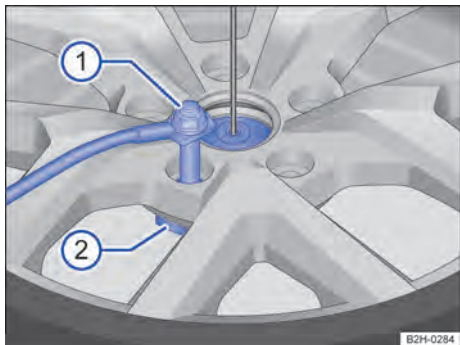

Fig. 208 Roda sobressalente ou de emergência: colocar o parafuso de segurança.
1. Girar o parafuso de segurança → Fig. 208 (1) no sentido horário no suporte do aro.